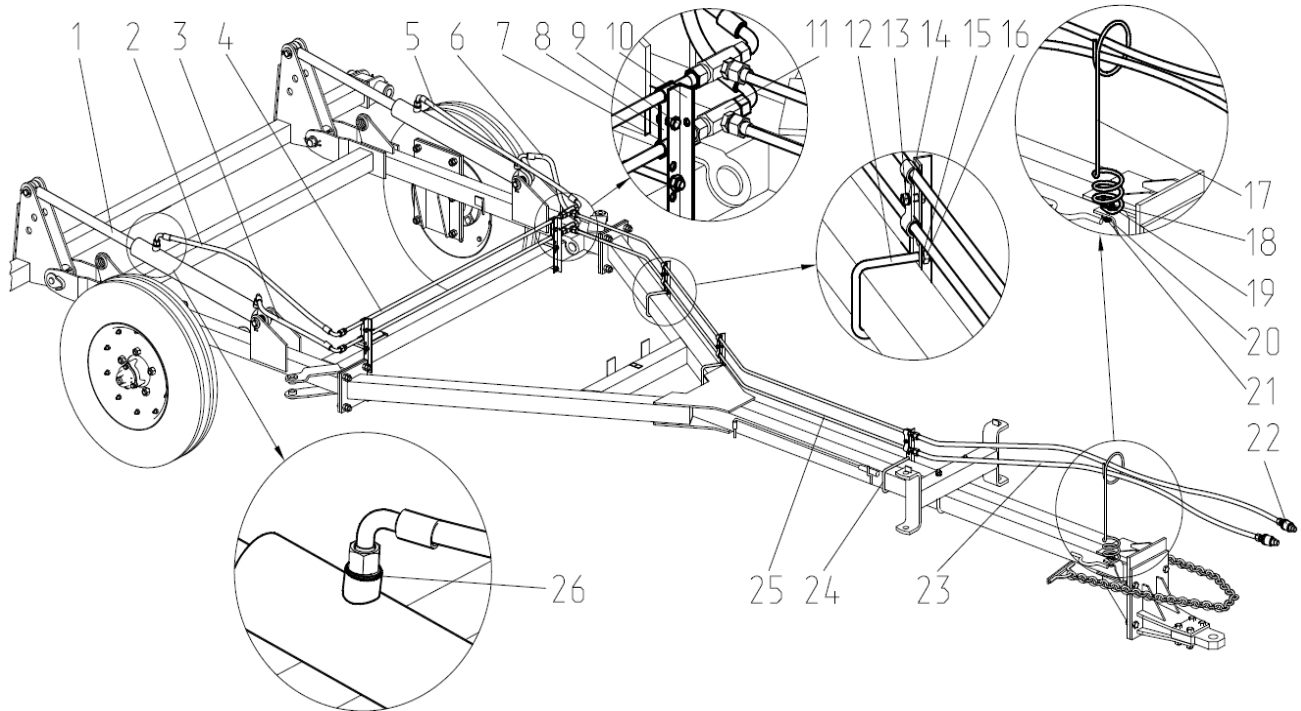

Рис.13 Гидросистема СГ12 04.000.
2.1.10 Гидросистема бороны (рис.13) служит для подъема и опускания рабочих органов на развороте, а также при переводе бороны в транспортное положение. Гидросистема состоит из двух гидроцилиндров 1, соединяющих раму дышла с центральной балкой, трубопроводов 4 и 25, рукавов высокого давления 2, 3, 5, 6 и 23, соединительной гидроарматуры, держателей 13, скоб 12 и 24 и болткрепежа (для закрепления гидротрассы). Кроме того, на кронштейне дышла закрепляется опора 17, сквозь кольцо которой пропущены рукава высокого давления, присоединяемые к гидросистеме трактора. При отсоединении бороны от трактора свободные концы этих рукавов с полумуфтами пропускаются в кольцо опоры в обратную сторону, тем самым, исключая возможность касания ими земли.
6.16 Произвести монтаж гидротрассы согласно рис.13. Трубопроводы закрепить, используя, держатели, планки, прокладки, болты, скобы и гайки. Установить опору 17. Шланги с муфтами пропустить сквозь кольцо опоры.